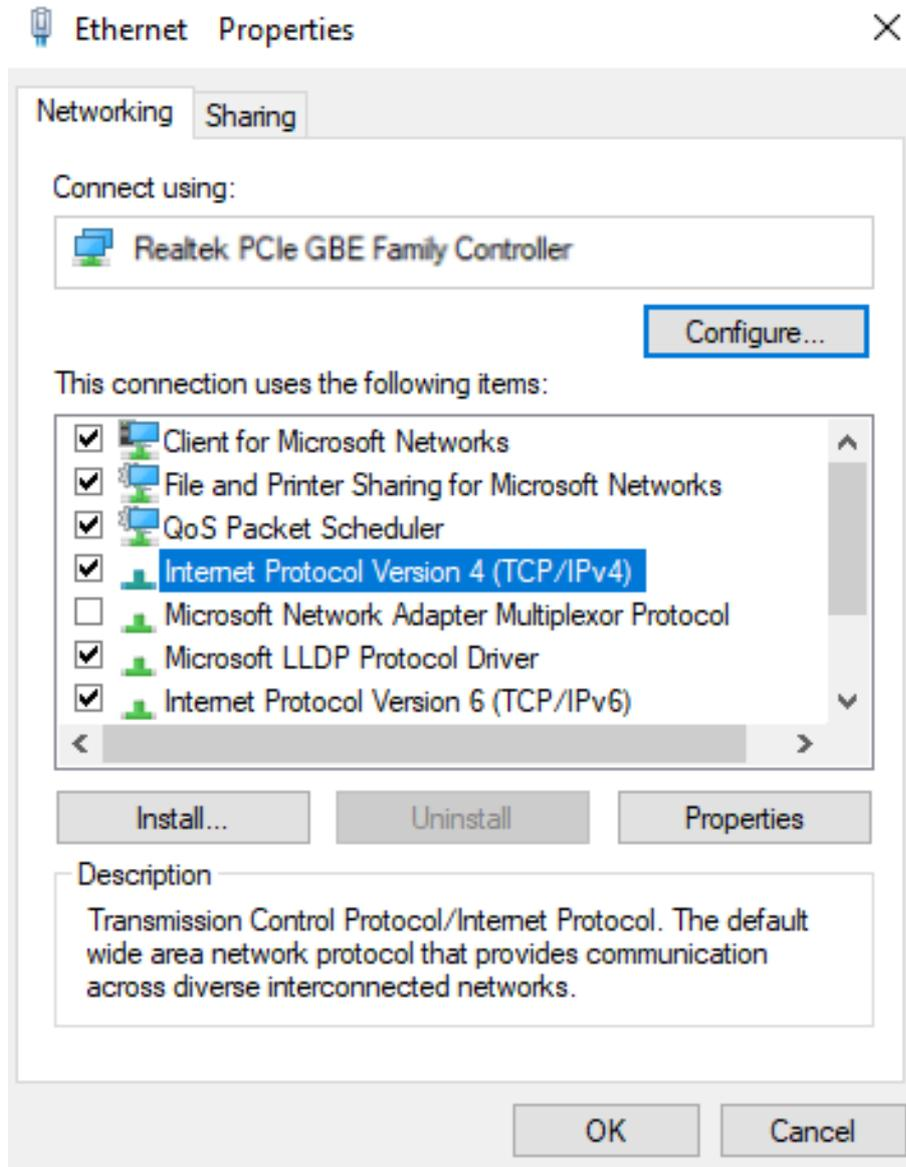

Figura A.6: Seleccionando a opção IPv4
Passo 6 Selecciona a opção “Protocolo IP Versão 4 (TCP/IPv4)”. Clique no botão “Propriedades” (Figura A.6).